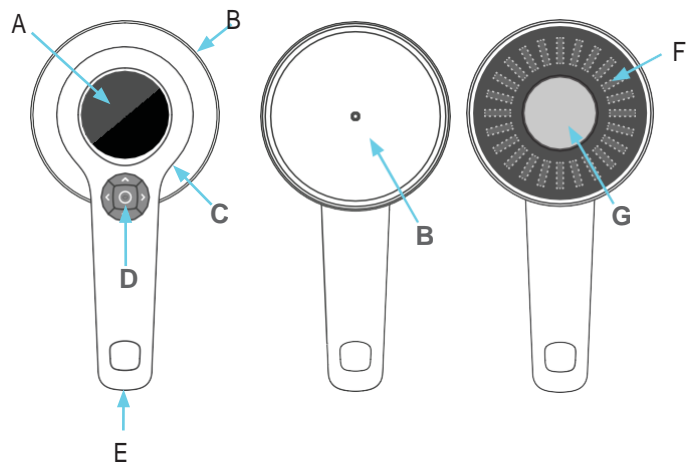

图 1. 仪器概览。A：显示屏；B：盖子；C：USB 连接器，用于连接充电器和计算机。D：按钮(中心、左、右、上、下)。E：三脚架螺纹连接座。F：碳纤维盖子后的固态传感器。G：钢网后的盖革-米勒计数盘。
注 盖革-米勒计数盘的入射窗(第 4 页上的图 1 中的 G)非常脆弱，请勿触碰。盖革-米勒计数盘对机械冲击也非常敏感。
1. 不安装盖子。不使用盖子进行测量时，工作的传感器是盖革-米勒计数盘，即第 4 页图 1 中的 G。